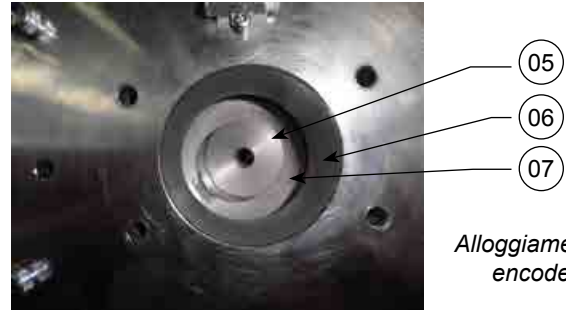

Fig. 9 :
**IMPORTANTE:** non smontare il freno (rif. 3 fig. 7) perché centrato nella pianta della fabbrica di un decimo di grado rispetto al rotore usando strumenti speciali. Alloggiamento encoder, foro Ø65 freno (rif. 6 fig. 9) rispetto al motore (rif. 7 fig. 9).
- Introdurre la rondella di trazione dell'encoder (rif. 5 fig. 9) sull'estremità dell'albero motore (rif.7 fig9). Assicurarsi che sia posizionata correttamente picchiando leggermente con una chiave e un martello.
- Introdurre l'encoder nel alloggiamento del freno (rif.6 fig. 9) , poi serrare la vite centrale Chc M5x50 (chiave dinamometrica SW4) a un valore di coppia di 5 Nm 0/+0,5 Nm. La vite con bloccafiletto può essere utilizzata al massimo 3 volte.